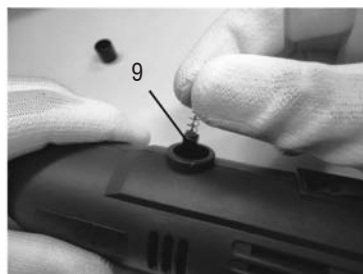

Fig. 6 – Substituição da escova de carvão
Escovas de carvão são partes consumíveis que quando se desgastam podem causar problemas no motor. A MICRORRETÍFICA VONDER utiliza escovas de carvão com parada automática, ou seja, o equipamento para de funcionar automaticamente quando a escova estiver muito gasta. Quando isto ocorrer, substitua a escova de carvão (9) por um novo par como mostra o procedimento a seguir, fig.6.